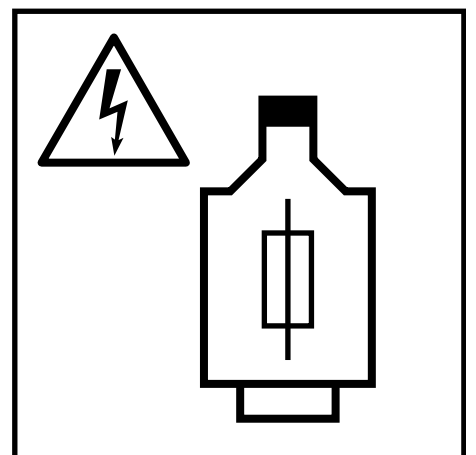

Fig.: 12
2. Considerar o uso de fusíveis para cada fase individual (Fig.: 12)